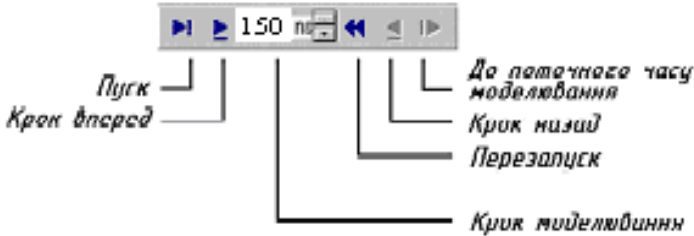

Рисунок 2.23 – Кнопки управління моделюванням
2.7.8 Для виконання моделювання в САПР Active-HDL використовуються п'ять кнопок, розташованих на панелі інструментів (рис. 2.23). Зверніть увагу на комбінований список поряд з кнопкою  **Run for**. Необхідно змінити заданий за умовчанням крок моделювання **100 ns** на нове значення – **150 ns**. Для цього клацніть на комбінованому списку і надрукуйте нове значення.